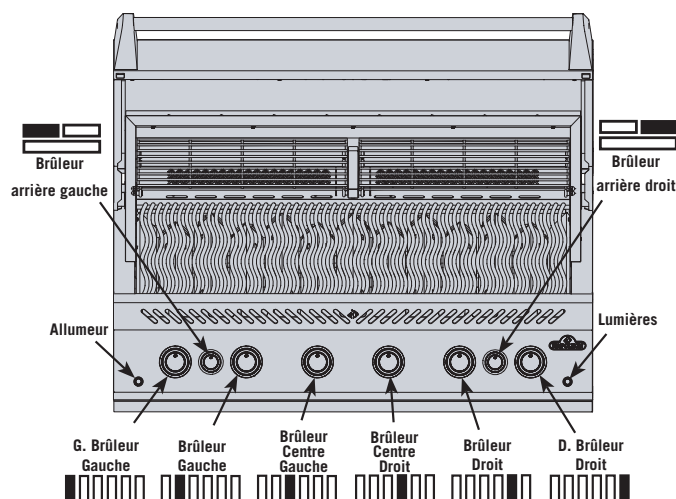

Fig. 1
4. Si l'allumeur et le brûleur ne s'allument pas dans les 5 secondes, tournez le bouton de commande dans le sens des aiguilles d'une montre jusqu'à la position OFF. Attendez 5 minutes pour que le gaz se dissipe. Répétez les étapes 2 et 3, ou allumez avec une allumette. (Fig. 1).
5. Le brûleur ne s'allume pas - tourner le bouton de commande du brûleur dans le sens des aiguilles d'une montre jusqu'à la position OFF. Attendre 5 minutes. Répétez l'étape 3 et 4. (Fig. 1)